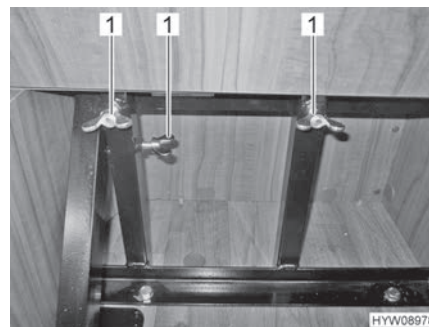

Fig. 36 Fissare il sedile installabile mediante dadi ad alette
- Fissare il sedile installabile mediante dadi ad alette (Fig. 36,1).